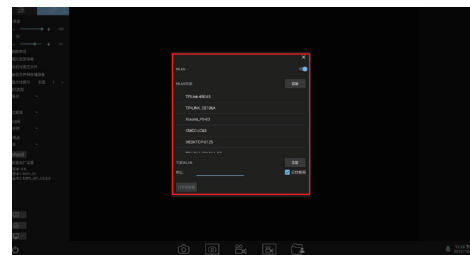

图3
- (4) 选择本地局域网账号（如图3），输入密码后点“连接”按钮。